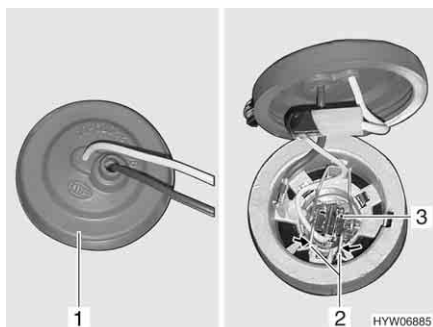

Fig. 275 Luce fendinebbia
- Afferrare dietro la luce fendinebbia e togliere il copripolvere di gomma dall'involucro (Fig. 275,1).
- Stringere la staffa di metallo (Fig. 275,2) ed estrarla dal supporto.
- Estrarre dall'involucro la lampada ad incandescenza (Fig. 275,3) con il cavo.